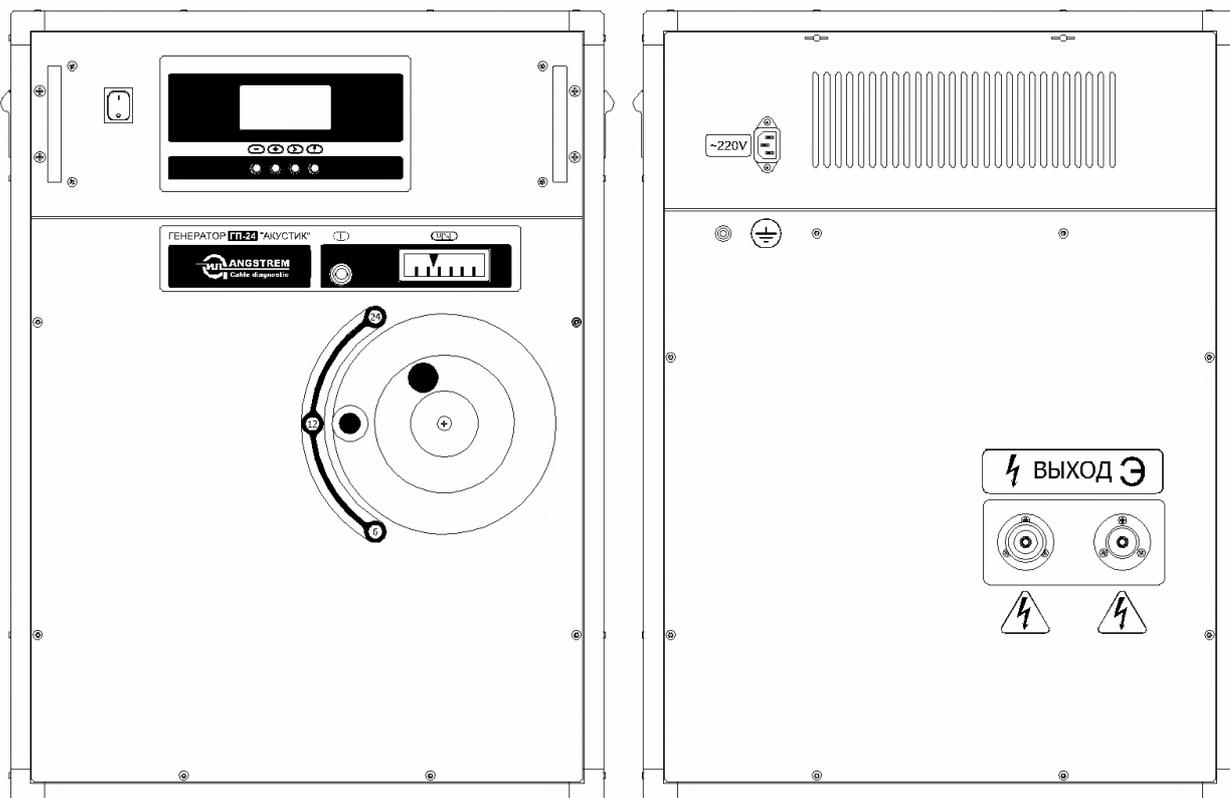

Рис.1
4.1.1 Генератор состоит из устройства зарядного (далее УЗ) и блока силового высоковольтного (далее БСВ). Вид спереди и сзади, см. рисунок 1.